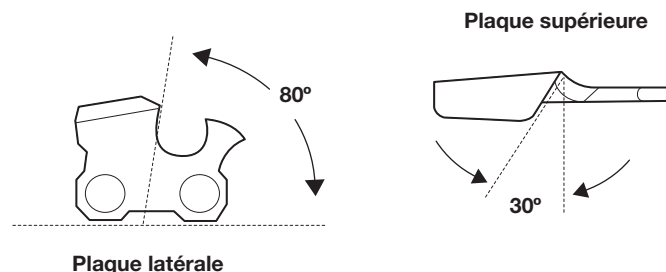

Fig. 41
- Faites quelques mouvements fermes sur chaque dent. Si le limage est correctement effectué, la plaque supérieure sera à un angle de 30° et la plaque latérale à un angle de 80° (Fig. 41). L'utilisation de la lime et du porte-lime adéquats produira automatiquement les bons angles.